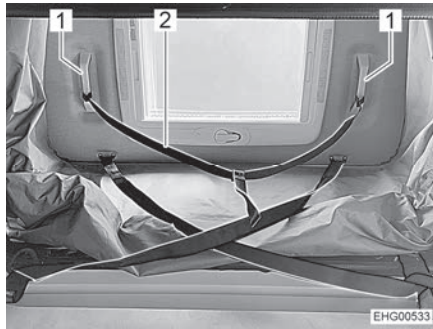

Fig. 67 Cinghia di servizio
- Tirare in basso lentamente di due terzi il tetto a soffietto agendo sulla cinghia di servizio (Fig. 67,2), fino a che il tetto a soffietto rimane fermo autonomamente. Durante questa operazione, osservare:
- Tirare completamente in basso il tetto a soffietto agendo sulle due impugnature a staffa (Fig. 67,1), fino a sentire innestare i bloccaggi laterali.